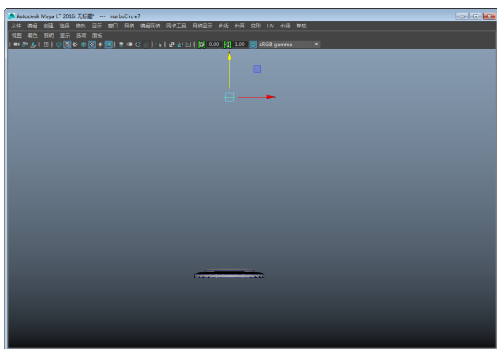

图 3-125 移动物体
- 2 激活移动工具，将复制的曲线沿 Y 轴向上移动一定的距离，如图 3-125 所示。为了便于移动，可将移动操作定位在前视图中。